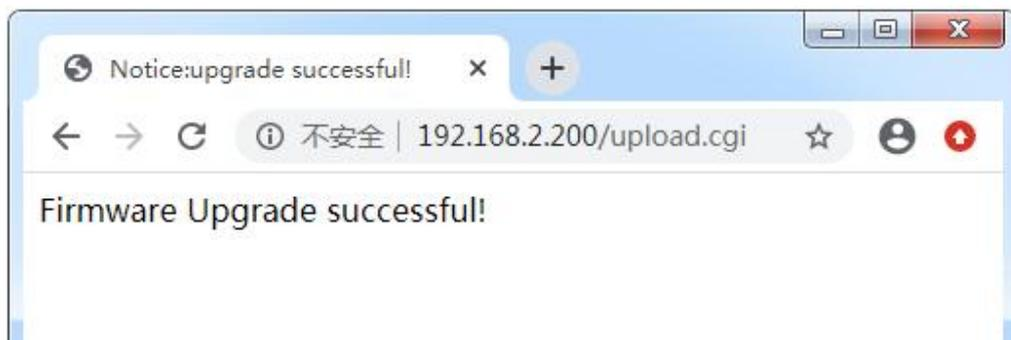

图 5.3 固件升级成功提示
⑩ **Select the firmware**: 此功能用于升级设备的固件。点击按钮【选择文件】选择升级设备的固件 (.bin)，然后再点击按钮【Upload】，即可对设备进行升级，升级成功提示如图 5.3 所示。